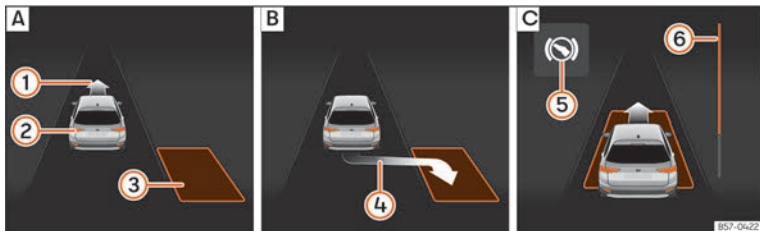
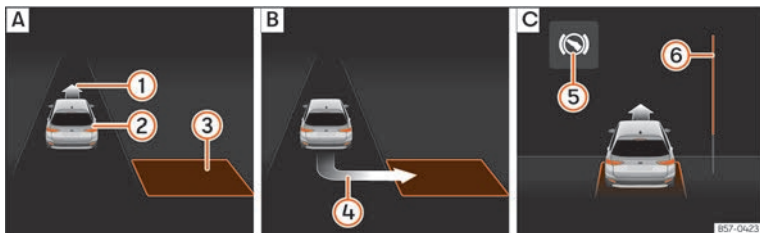

Abb. 187 Am Bildschirm des Kombi-Instruments: längs einparken. [A] Parklücke suchen. [B] Position zum Einparken. [C] Rangieren.
Abb. 188 Am Bildschirm des Kombi-Instruments: quer einparken. [A] Parklücke suchen. [B] Position zum Einparken. [C] Rangieren.
- Schauen Sie auf der Bildschirmanzeige im Kombi-Instrument, ob die Parklücke als „geeignet“ erkannt wurde und ob die korrekte Position zum Einparken »» **Abb. 187** [B]
oder »» **Abb. 188** [B] erreicht wurde. Die Parklücke wird als „geeignet“ betrachtet, wenn auf dem Bildschirm des Kombi-Instruments die Anzeige zum Einparken erscheint ④.
• Fahren Sie rückwärts, bis das Dauertonsignal des ParkPilot ertönt; **ODER:** fahren Sie zurück, bis auf dem Bildschirm des Kombi-Instruments die Anzeige für Vorwärtsfahren **» Abb. 187 [C]** oder **» Abb. 188 [C]** erscheint; **ODER:** fahren Sie zurück, bis am Bildschirm des Kombi-Instruments die Meldung **Park Assist beendet** erscheint. Die Fortschrittsanzeige **6** zeigt den zurückzulegenden Abstand an **» Seite 289.**
• Fahren Sie vorwärts, bis das Dauertonsignal des ParkPilot ertönt; **ODER:** fahren Sie vorwärts, bis am Bildschirm des Kombi-Instruments die Anzeige zur Rückwärtsfahrt erscheint. Der Parklenkassistent lenkt das Fahrzeug vorwärts und rückwärts bis es in der Parklücke zentriert ist **» Abb. 187 [C]** oder **» Abb. 188 [C].**
» Abb. 187 6 und **» Abb. 188 6** im Display des Kombi-Instruments zeigt symbolisch die noch zu fahrende relative Fahrstrecke an. Je länger die Distanz ist, desto größer ist der Füllstand des Fortschrittsbalkens. Bei Vorwärtsfahrt nimmt die Füllung des Fortschrittsbalkens nach oben ab und bei Rückwärtsfahrt nimmt die Füllung des Fortschrittsbalkens nach unten ab.